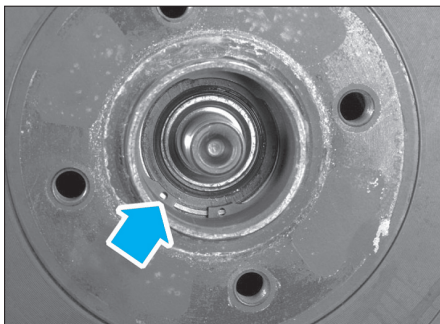

Fig. 14
- Déposer le circlip de maintien (Fig.14) du roulement dans le tambour (ou le disque) et extraire le roulement à l'aide d'une presse et d'un mandrin de diamètre approprié.
- un circlip de maintien neuf (Fig.14),